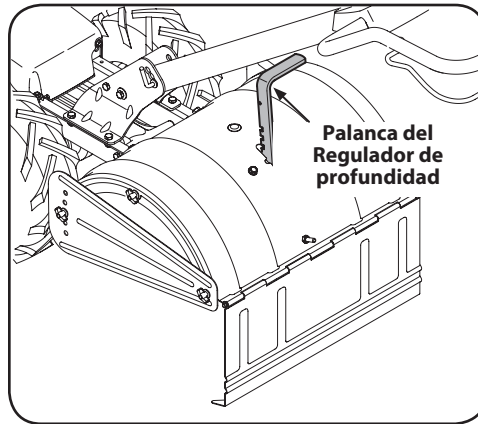

Figure 3-11
1. Con la cultivadora sobre suelo nivelado, tire de la palanca del regulador de profundidad hacia atrás y luego completamente hacia arriba hasta que quede enganchada la ranura de la posición más baja de la palanca. Vea la Figure 3-11.